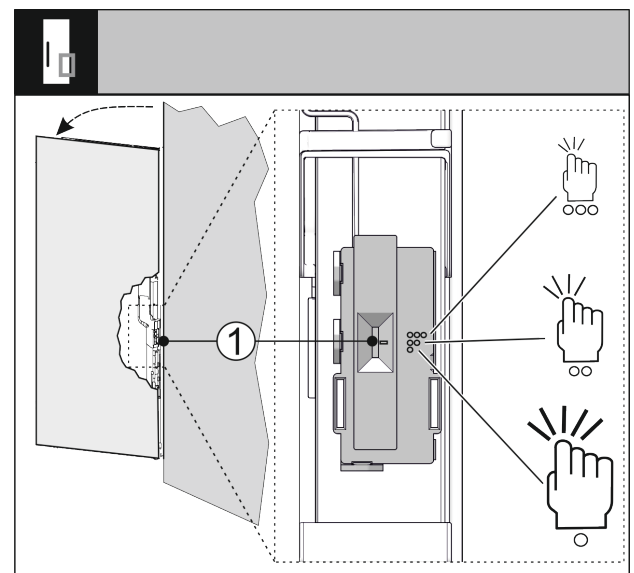

Fig. 34
Vous pouvez régler la sensibilité du capteur de frappe à l'aide d'un interrupteur Fig. 34 (1). L'interrupteur se situe du côté des charnières, dans le tiers inférieur de la porte.
- ▶ Pousser l'interrupteur *Fig. 34 (1)* dans la position souhaitée.